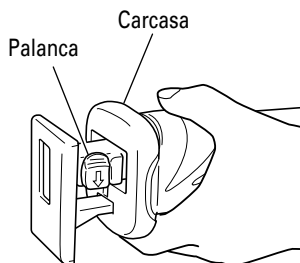

Fig. 5
- (1) Conecte y desconecte el gatillo conmutador varias veces de manera que la palanca salte completamente del alojamiento. A continuación, apague el interruptor y retire la batería. (Fig. 5)
- (1) Active y desactive el gatillo conmutador varias veces para que la palanca salga completamente de la cubierta delantera. A continuación, apague el interruptor y retire la batería. (Fig. 5)